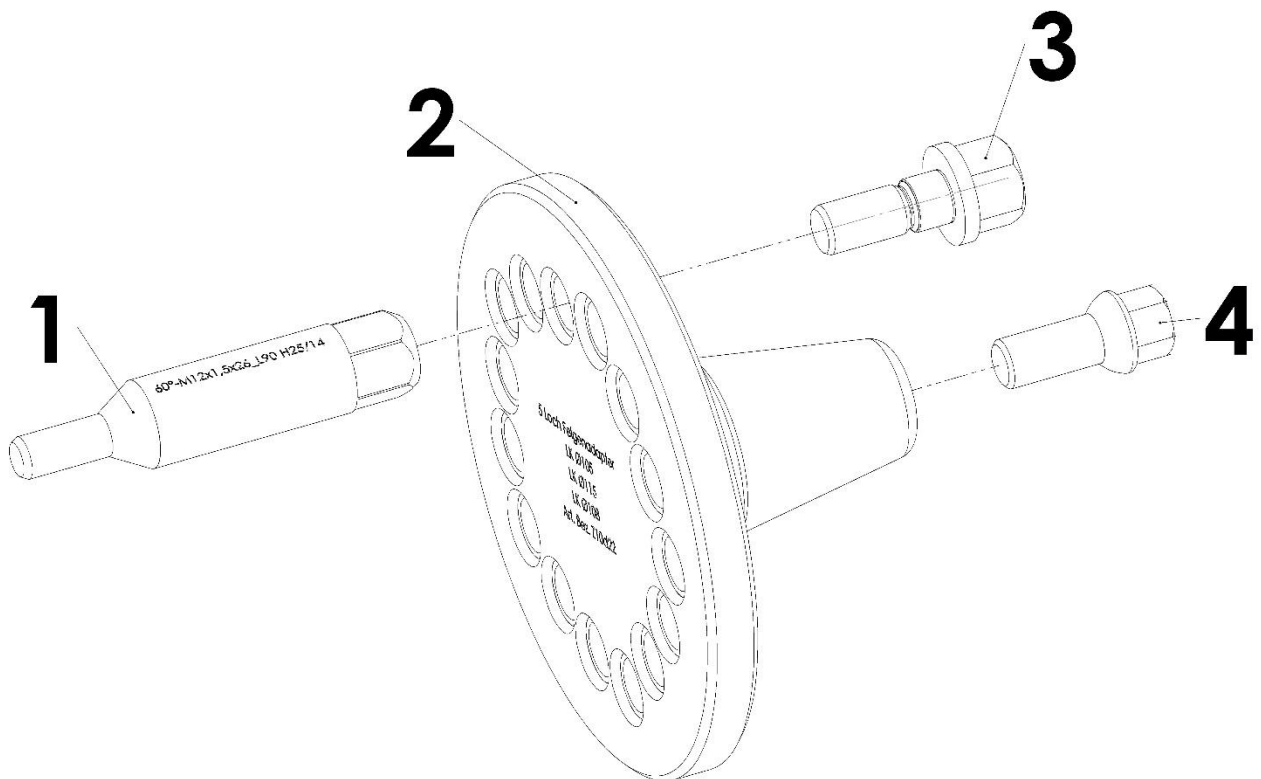

Abbildung 23: Felgenadapter
4. Verbindungsschrauben [3] mit U-Scheiben [2] durch den Felgenadapter in die Gewindeadapter [1] stecken (vgl. Abbildung 23) und mit 120 Nm anziehen.